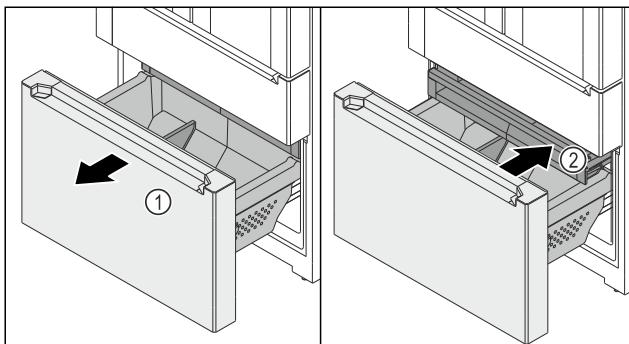

Fig. 152
- Auszugswagen Fig. 152 (1) bis zum Anschlag herausziehen.
- Schubfach Fig. 152 (2) ist automatisch herausgezogen.
- Schubfach Fig. 152 (2) einschieben.